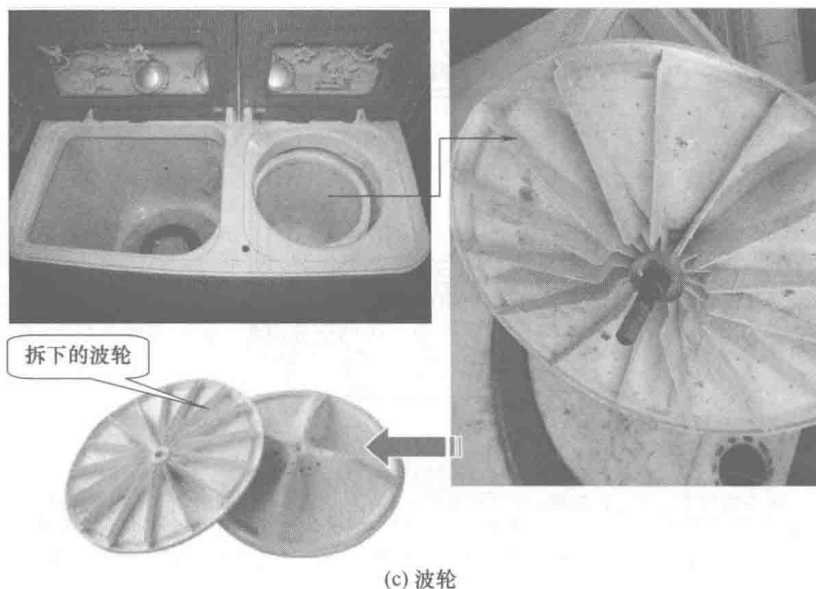

图 1-3 双桶洗衣机实物部件分解
(3) 按结构形式分类 早期产品,多为简易型或是普通型。它只有一只桶,只有洗涤和漂洗两种功能,并且需要由人工进行转换。由于该洗衣机已退出市场,故此处不再讲述。
① 双桶洗衣机 双桶洗衣机有普通型和半自动型,功能比单桶洗衣机更加齐全。双桶洗衣机的价格比较低廉,维修起来也比较简单,操作很方便,但自动化程度不高。双桶洗衣机的结构如图 1-2 所示,其实物部件分解如图 1-3 所示。